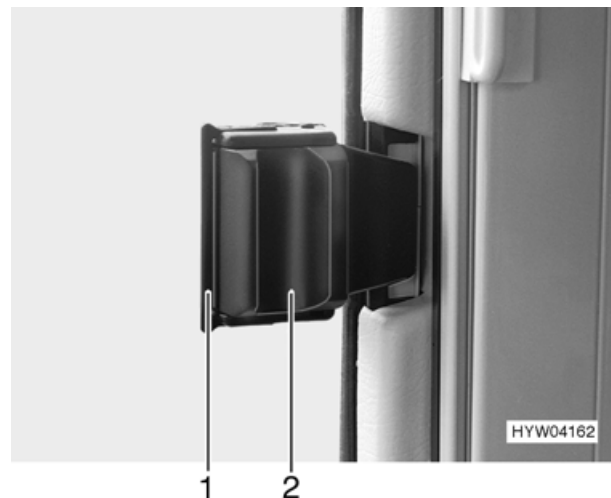

Bild 29 Schiebefenster
- Verriegelung (Bild 29,1) nach vorne ziehen.
- Griff (Bild 29,2) drücken und gleichzeitig nach vorne schieben.